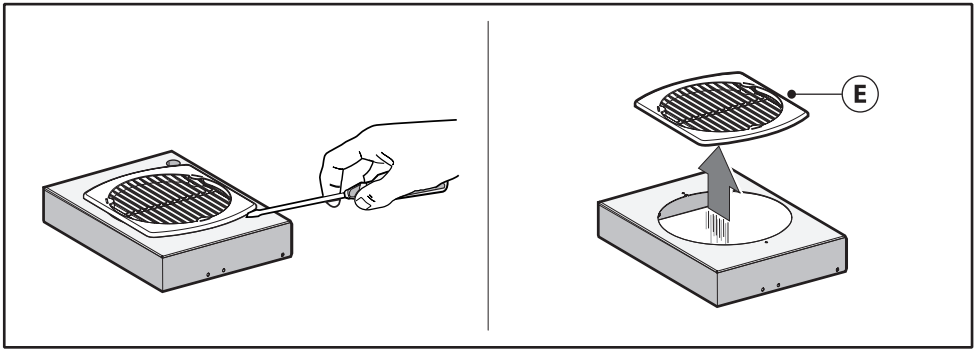

Fig.5
- Sganciare il cupolino **M** e togliere la griglia **E** (Fig. 5).